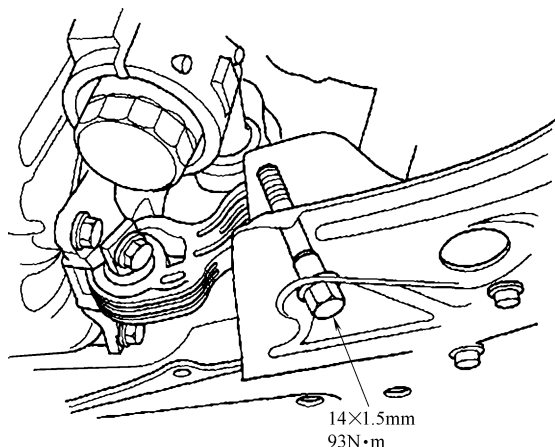

图 23-151 紧固底部扭力杆固定螺栓
- 30) 按照图 23-151 所示，紧固底部扭力杆固定螺栓。